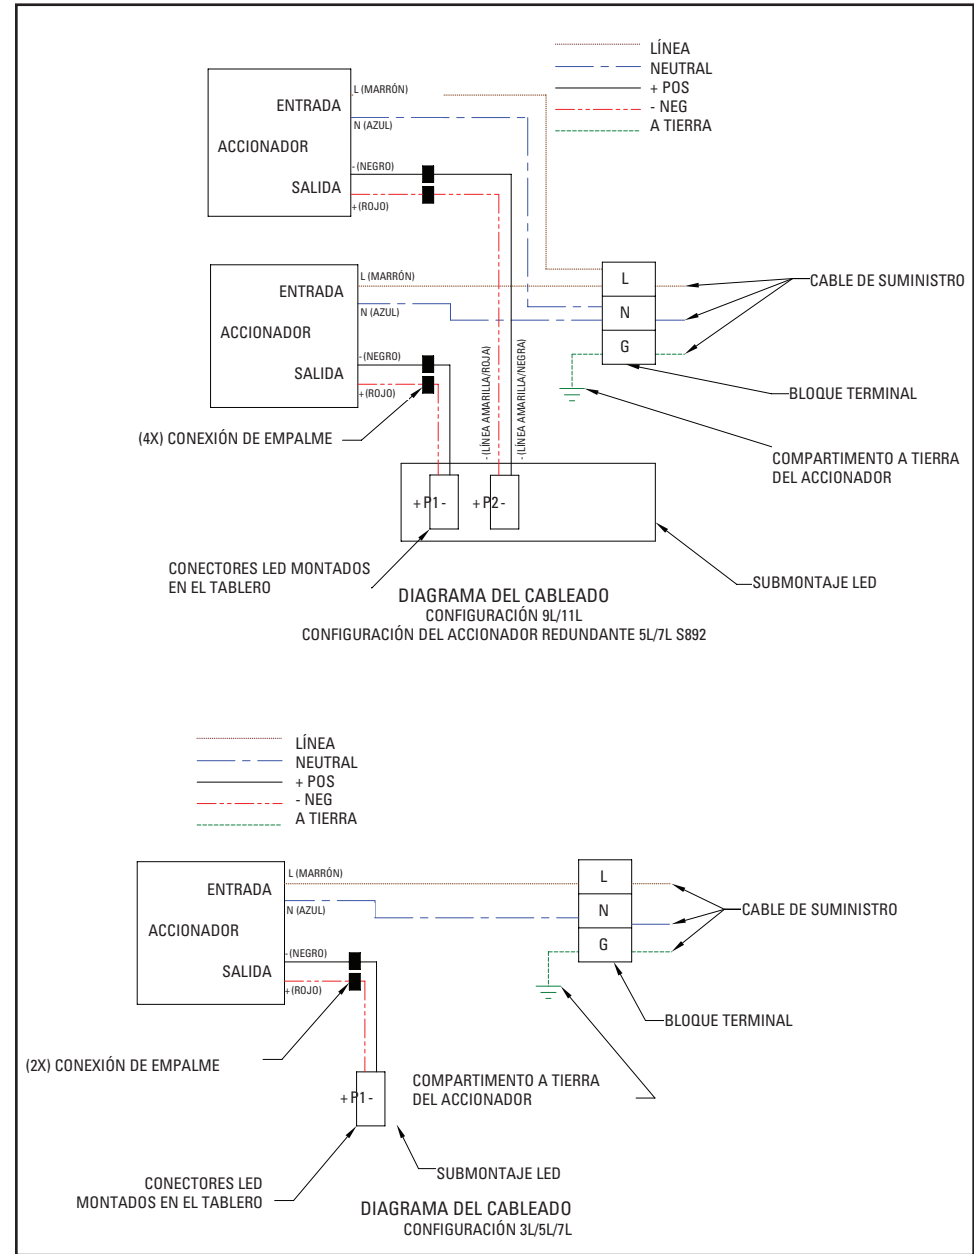

FIGURA 2b
4. Conecte los cables de suministro a los cables conductores o bloques terminales según los diagramas de cableado adjuntos usando los métodos que cumplen con todos los códigos aplicables. Ver la Figura 2b. Apriete todas las conexiones eléctricas.
5. Cierre la carcasa del accionador en el módulo de cobertura, asegurándose de que todos los cables se encuentren de manera segura dentro de la carcasa del accionador. Apriete el tornillo cautivo de cierre a 30 in.-lbs. (3.4 N-m). Asegúrese de que los dos (2) pernos se encuentren en la carcasa del accionador y en contacto con el módulo de la cubierta.